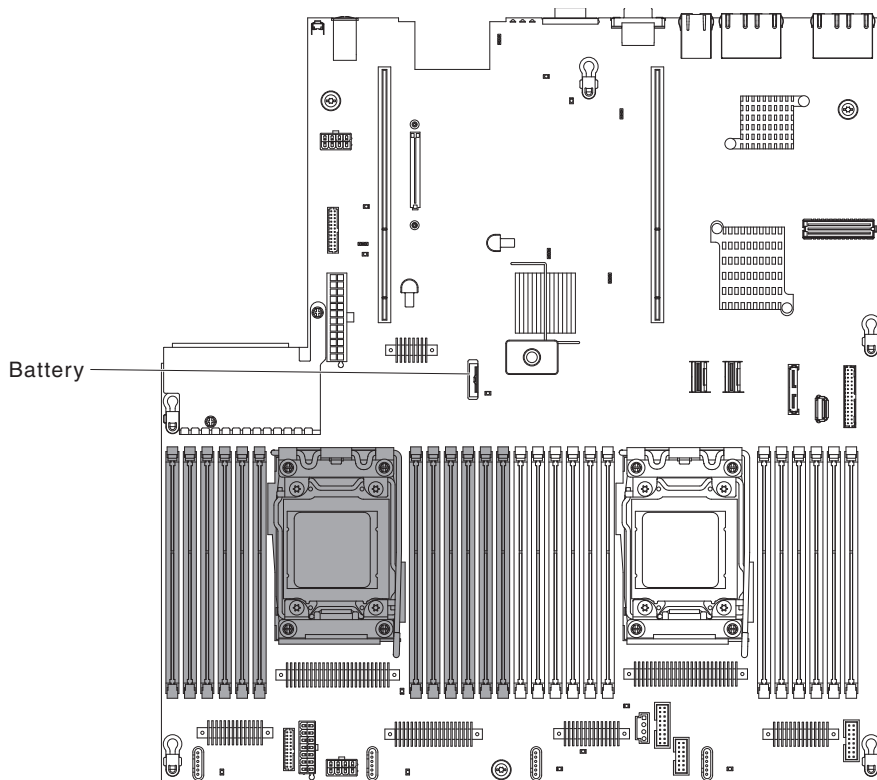

Figura 133. Local do Suporte de Bateria CMOS do SAN Volume Controller 2145-DH8
2. Localize a bateria na placa-mãe, conforme mostrado em Figura 133 na página 160.